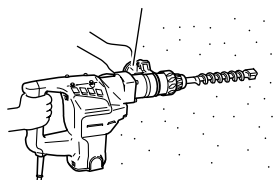

Fig. 3
1. Comment percer des trous (Fig. 3)